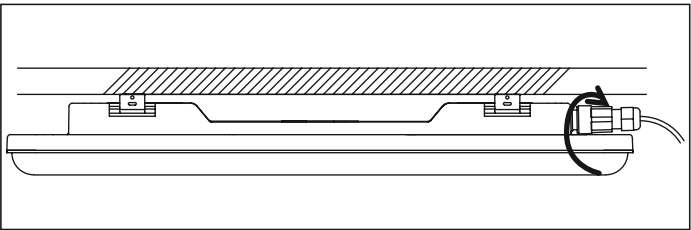

Рис. 4
5.15 Соедините быстросъемный разъем и надежно закрутите его, чтобы добиться герметичности (рис. 4).